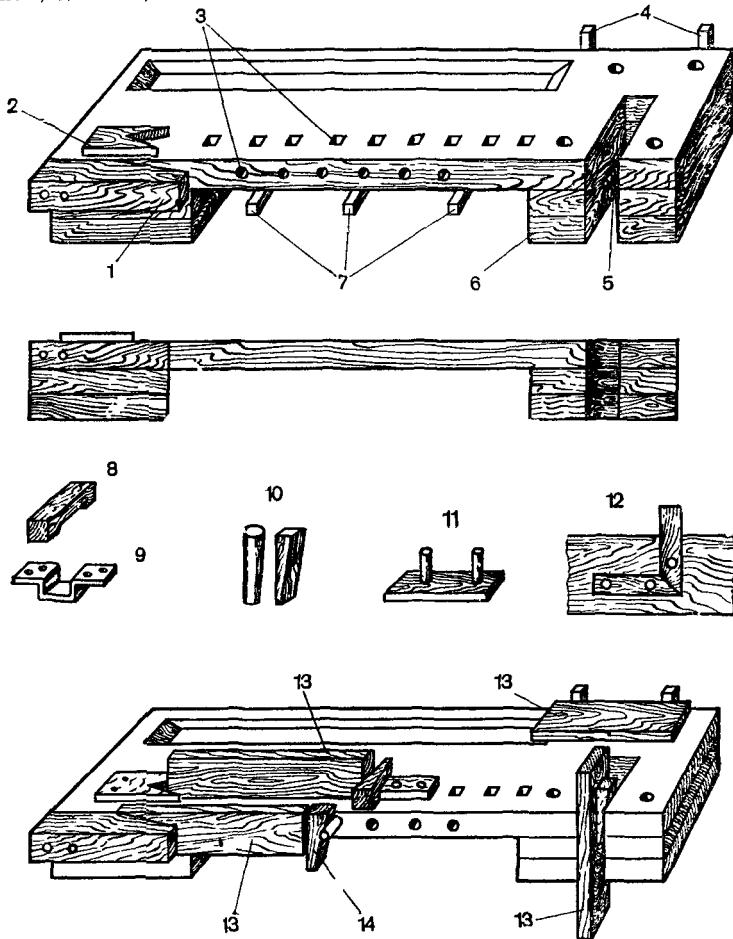

Рис. 3 Верстачная доска:
*Верстачную доску* (рис. 3) делают из хорошо фугованных дубовых или буковых досок. Длина верстачной доски 1800—2000, ширина 500—600, толщина 40—60 мм. На одном конце верстачной доски прикрепляют два упора — верхний типа «ласточкин хвост» и боковой, на другом — делают паз шириной 100 и глубиной 200 мм. Для прочности на концах доски снизу прибивают бруски или доски толщиной 40—60 мм на всю ширину. С рабочей стороны верстачной доски сверху и по ребру на расстоянии 50 мм один от другого сверлят отверстия диаметром 20—25 мм для установки нагелей. Отверстия сверху доски сквозные, по ребру — глубиной 50 мм. Снизу верстачной доски устраивают 3—4 пальца, которые могут быть как выдвижными, так и поворотными. Выдвижные